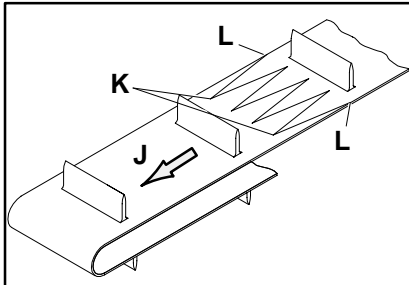

Figure 9: Détail du positionnement de la bande de remplacement
Orientez la bande de remplacement de manière à ce que les doigts de l'épissure de la bande (K de la figure 9) s'orientent dans la direction défilement de la bande (J) en dessous du convoyeur et que les doigts extérieurs (L) soient positionnés comme indiqué.